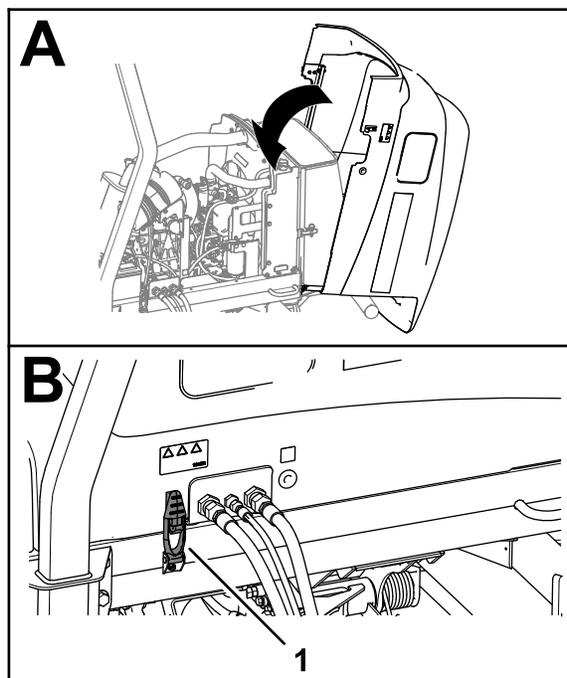

Figura 61
1. Rode cuidadosamente o capot até fechar (Figura 61).